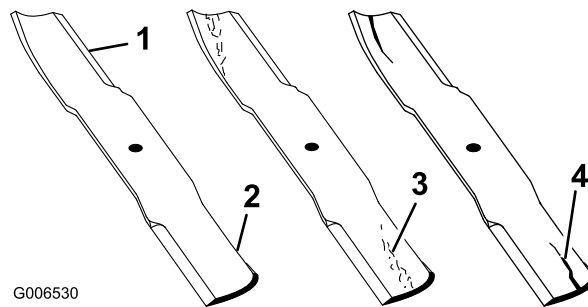

Figura 28
- Examine cuidadosamente as extremidades da lâmina, prestando especial atenção à zona onde se encontram as partes curvas e planas da lâmina (Figura 28). Verifique o estado da lâmina antes da operação de corte, pois a areia e outros materiais abrasivos podem ter desgastado o metal que liga as partes curva e plana da lâmina. Se notar algum desgaste (Figura 28), substitua a lâmina; consulte Retirar a lâmina de corte.
Se a lâmina continuar a sofrer este tipo de desgaste irá formar-se uma ranhura entre a parte curva e a parte plana da lâmina (Figura 28). Eventualmente, pode soltar-se algum pedaço da lâmina e projectar-se, ferindo-o a si ou a qualquer pessoa próxima.